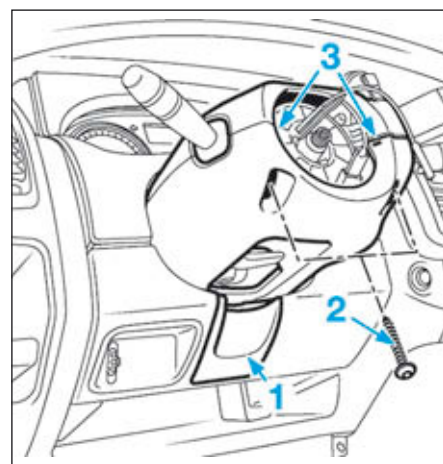

FIG.6
- Déposer le cache (1) de la prise diagnostic (Fig.6).